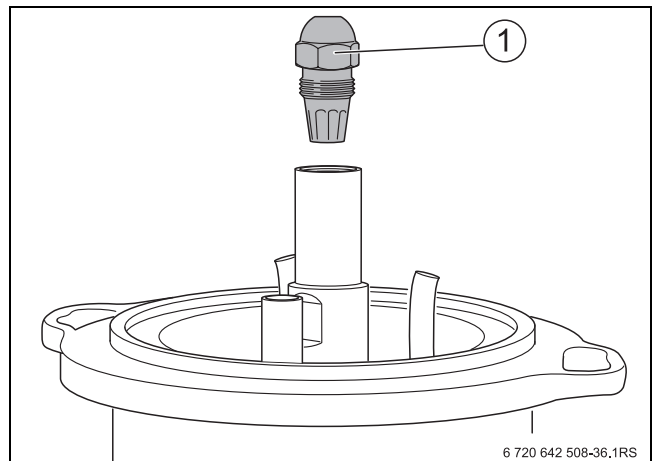

Bild 51 Düse abschrauben
- Düse abschrauben (→ Bild 51, Seite 58).